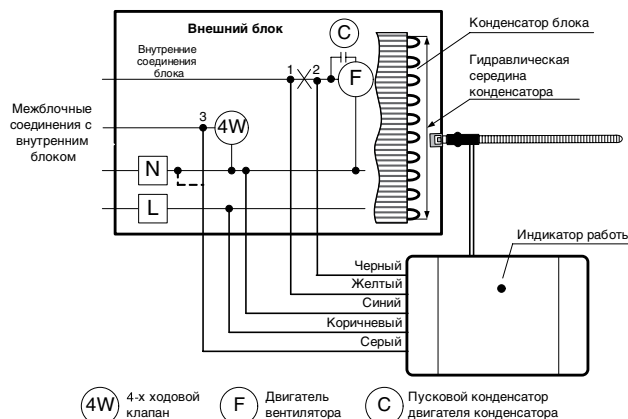

Рис. 1
- Разрежьте провод питания вентилятора внешнего блока, как показано на рис. 1. Подсоедините желтый провод регулятора к точке 1, черный провод к точке 2.
- При установке в блок «охлаждение – нагрев», 4-х ходовой клапан которого в режиме «охлаждение» обесточен, подсоедините серый провод к точке 3 (рис. 1).